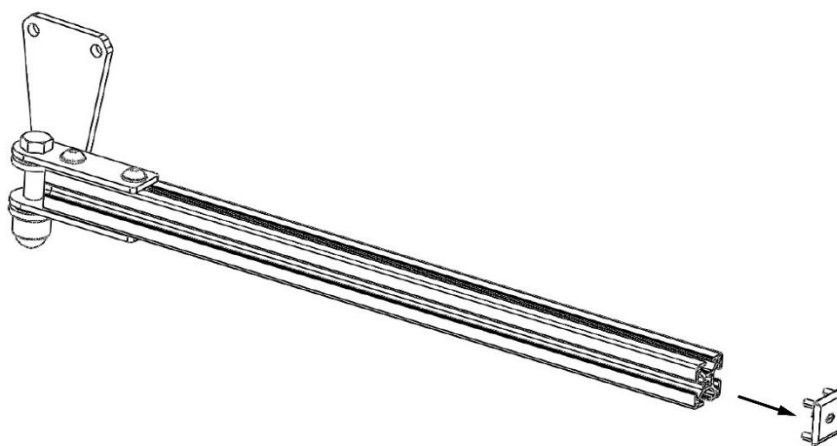

Figura 6
3. Rimuovi il coperchio di plastica dal braccio aggiuntivo (Figura 6). Usa uno strumento di plastica per proteggere l'alluminio.